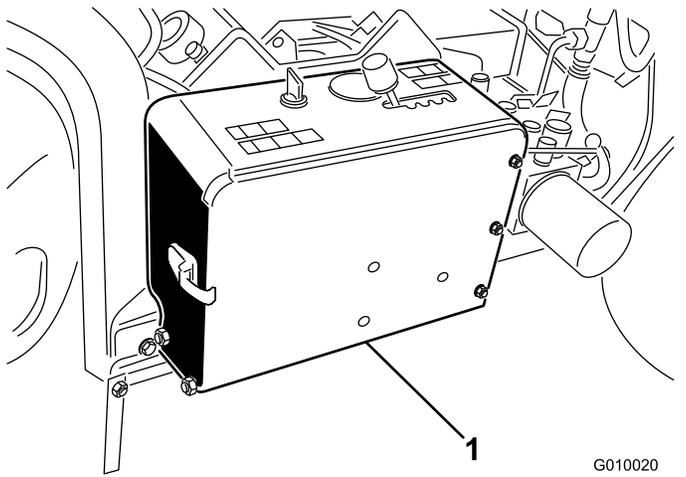

Bild 51
1. Entriegeln und öffnen Sie die Abdeckung des Batteriefachs (**Bild 51**).